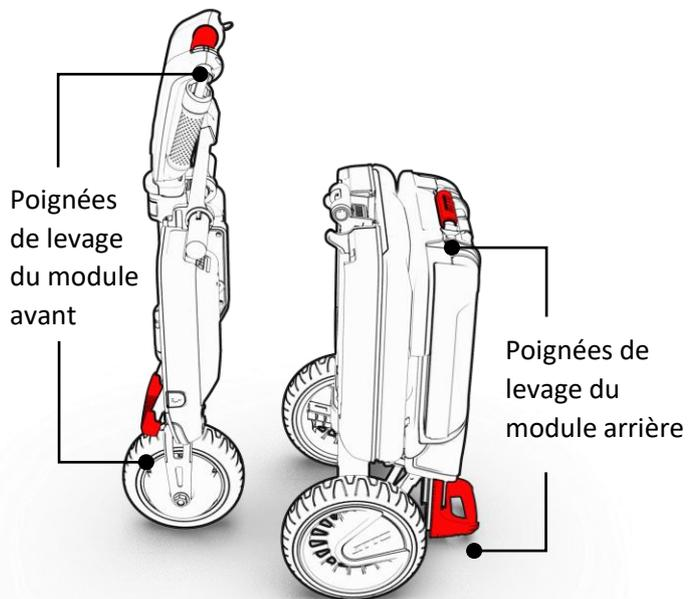

Figure 53 – Points de levage
2. Saisissez l'un des deux châssis par la poignée prévue à cet effet et transportez-le jusqu'à destination (voir la figure 53).